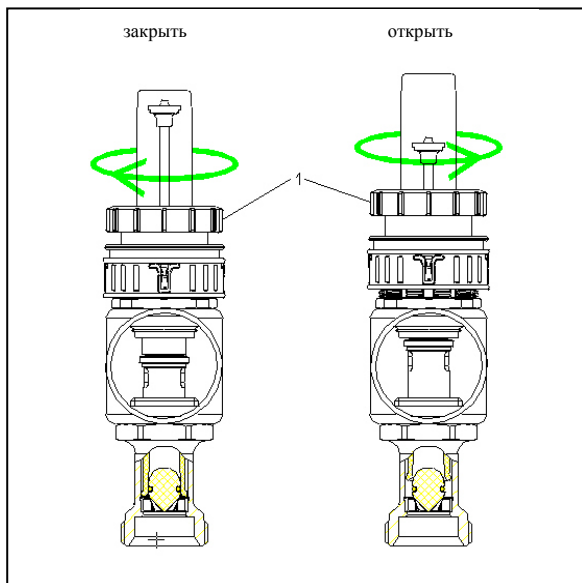

Рис. 7.2. Отключение и включение контуров с помощью ротаметров
7.3. Отключение и включение (рис. 7.2.)